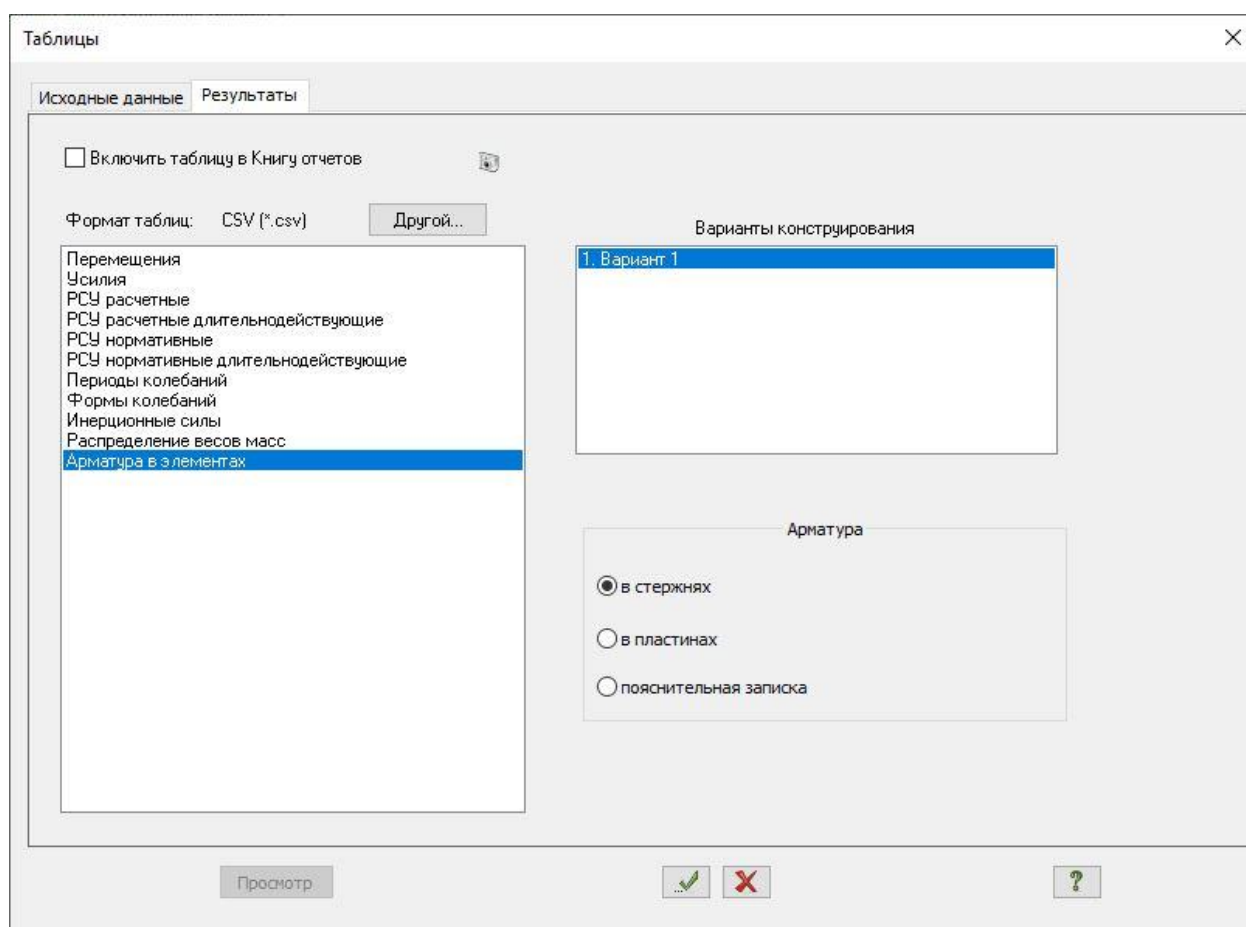

Рис.11.36. Диалоговое окно **Таблицы**
- Вызовите диалоговое окно **Таблицы** (рис.11.36), выбрав команду  – **Таблицы результатов для ЖБ** в раскрывающемся списке **Документация** (панель **Таблицы** на вкладке **Железобетон**).